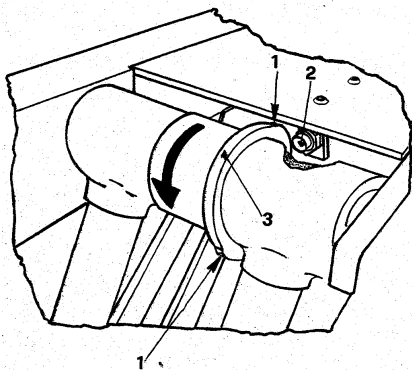
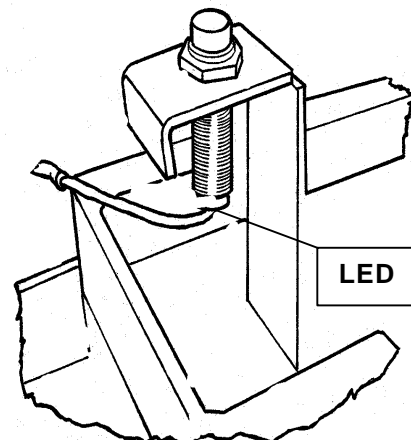

Fig.14
Fig.16
6. Verstel nu de aanslagnok van de eindschakelaar (Fig.14) zodat de eindschakelaar niet meer ingeschakeld wordt.
7. Draai de koperen moeren (1) en (2) een kwartslag los.
10. Laat de brug nu geheel dalen en controleer beide synchroon schakelaars (fig.16) als volgt. Als de brug geheel beneden is, de veiligheidsschakelaar ingedrukt houden, nu moeten op beide
Stijg-eindschakelaar (Fig.14)